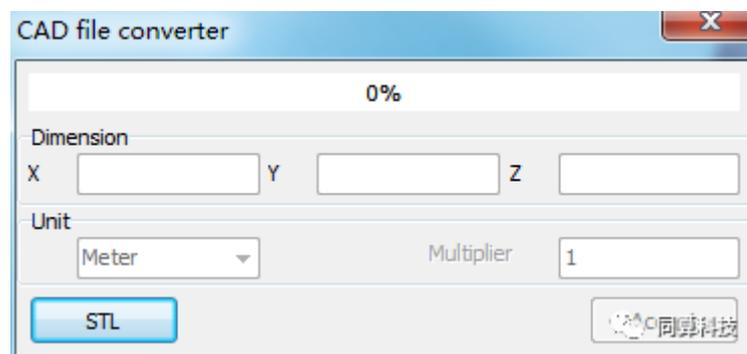

图 022-2 打开 STL 文件导入工具
- 2、打开 **UM Input**，在菜单栏选择 **Tool→Import from CAD→STL...**，如图 022-2；